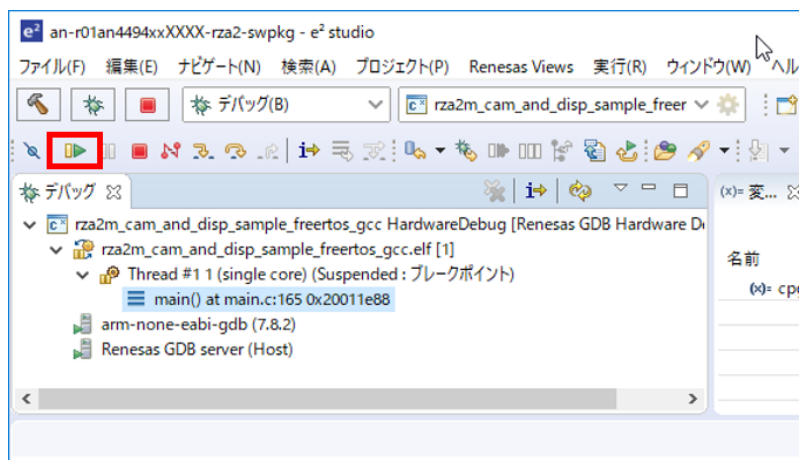

図 3-12 ターゲットプログラムの実行
- プログラムのダウンロードが完了したら "再開" ボタンをクリックしてターゲットプログラムを実行してください(図 3-12)。